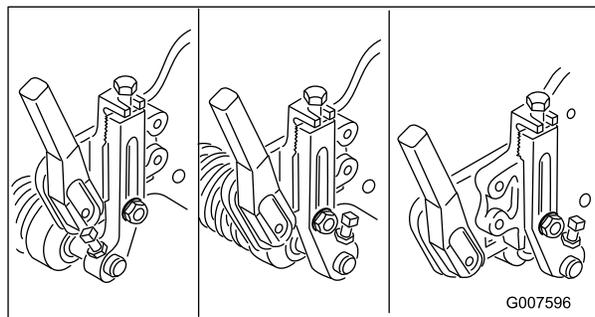

Рисунок 50
**Примечание:** В зависимости от применения и от нужд пользователя передний валик может быть установлен в три разных положения (Рисунок 50).